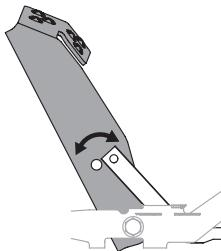

Figure 38
- Positionnez la pédale sur la position optimale en fonction des préférences de l'opérateur (Figure 38).